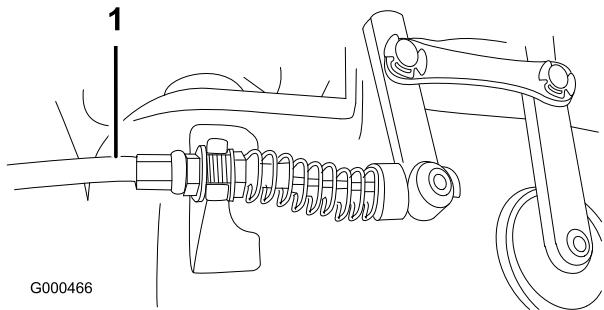

Figura 46
2. Per aumentare la tensione del cavo allentate il controdado anteriore del cavo e serrate il controdado posteriore del cavo (Figura 46) (sopra la scatola ingranaggi) finché la forza del cavo del cilindro non aumenta di 3,2 – 4,5 kg, alla manopola di comando.